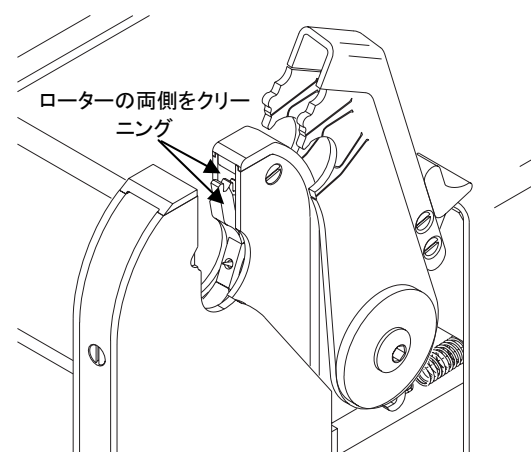

Figure 41 ローターを回転させ両側をクリーニング
3. ローターを徐々に回転させ、綿棒とイソプロピル・アルコールを使用して、ローターの両側のクリーニングを行います。**Fig.41** をご参照ください。